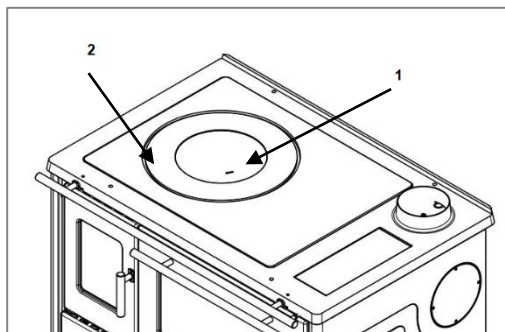

Figura 7
- Extraer las placas de cocción 1 y 2 (**vea figura 7**) y limpiarlas a fondo. Las placas de cocción están hechas de hierro fundido gris y esmaltada. Primero, deben limpiarse con un paño húmedo, luego con uno seco. Nunca use papel de lija porque puede quitar el esmalte.